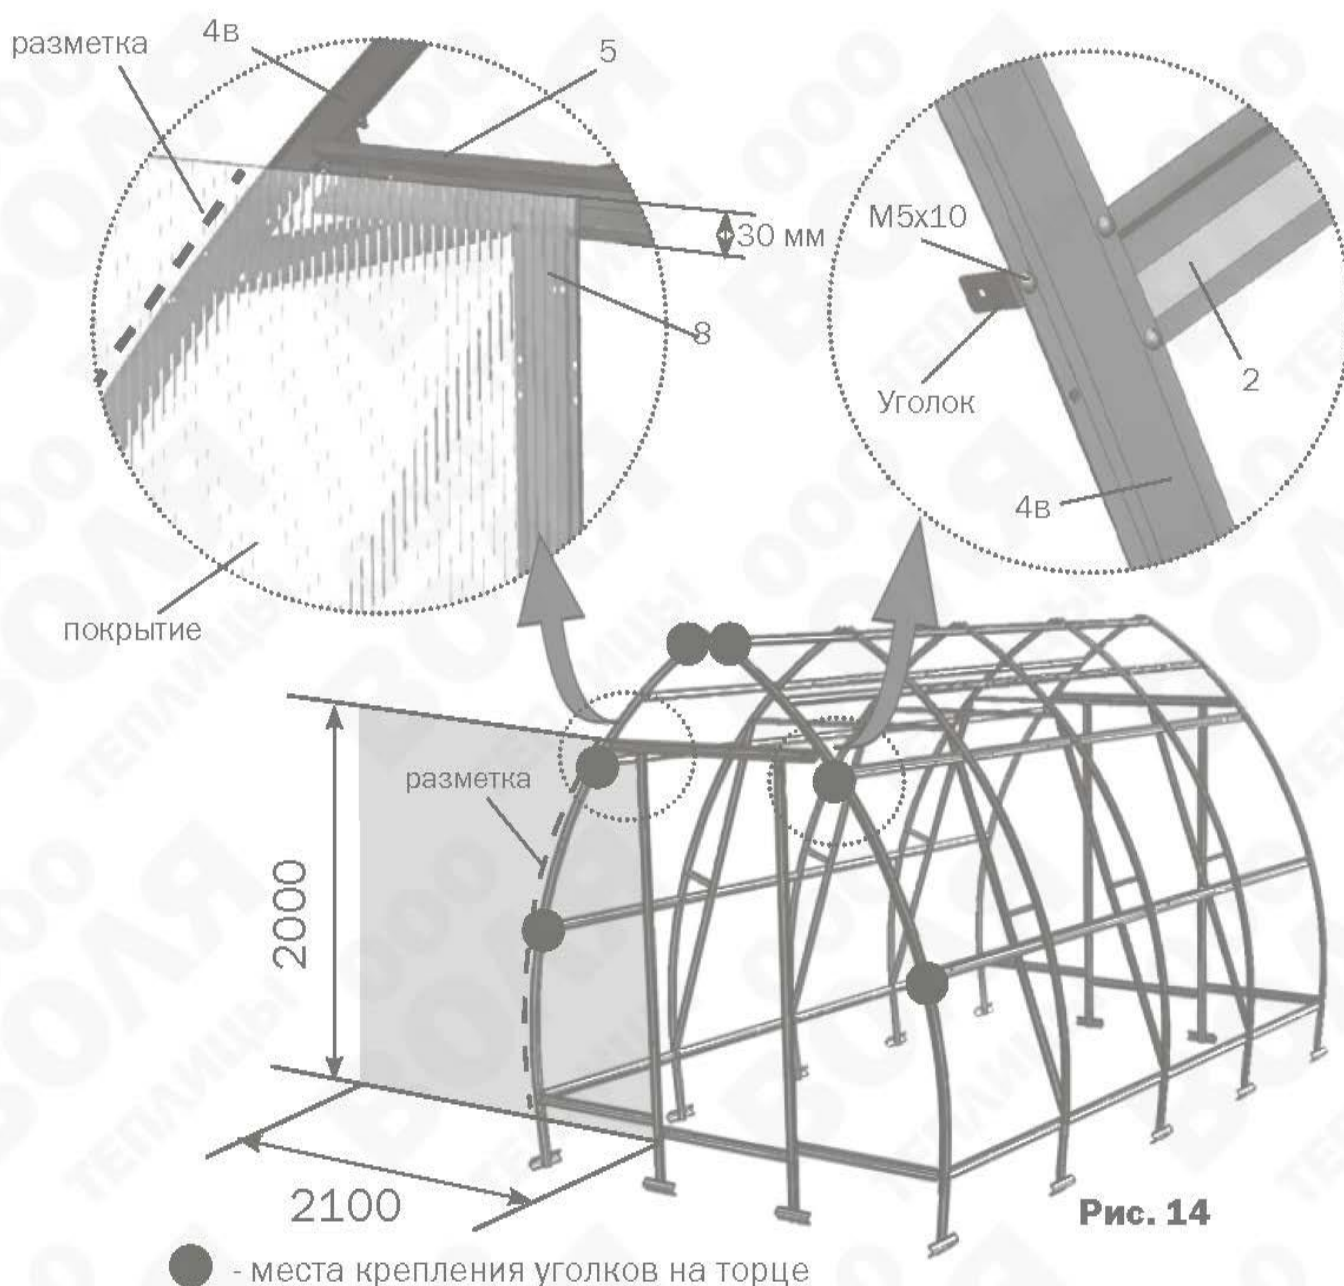

Рис. 14
РАСКРОЙ ЛИСТА ПОЛИКАРБОНАТА ВЫПОЛНЯЙТЕ СТРОГО В СООТВЕТСТВИИ С РИС. 13 И РИС. 14
1. Раскройте лист покрытия для торцов. Для этого отрежьте от листа поликарбоната кусок 2 метра длиной (см. линии реза на **рис.13**). Чтобы сделать шаблон покрытия, приложите вырезанный кусок к собранному торцу теплицы и, не снимая защитной пленки с поликарбоната, нанесите разметку шаблона на листе покрытия по деталям **4в** и **4н** с припуском (**рис.14**). При разметке край листа строго совмещается по кромке деталей **7** и **8**, а верхняя кромка выше на 30 мм нижнего края детали **5**. Вырежьте шаблон. Разметьте оставшуюся часть листа, используя вырезанный шаблон, в соответствии со схемой раскроя (**рис.13**).
3. Установите боковины торца в соответствии с **рис.14,16**. Придерживая кусок покрытия, закрепите его винтами с шайбами по деталям **6,7,8** и по уголкам с помощью самонарезных винтов с шайбами. Отверстия для винтов выполняются сверлом диаметром 5 мм изнутри теплицы через готовые отверстия в деталях каркаса. Установите куски «конька полукруглого», закрепляя их на уголки с помощью самонарезных винтов с шайбами. Нахлест с боковинами срезать.